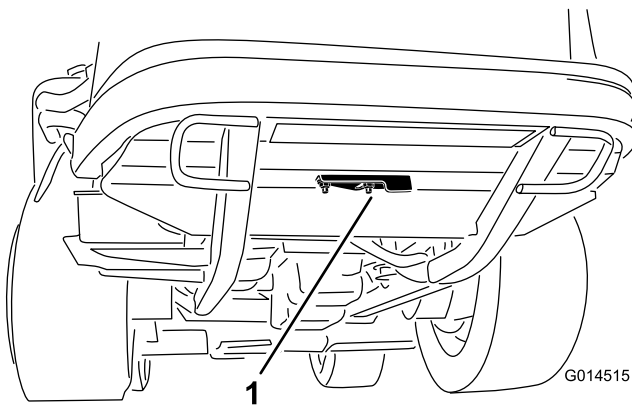

Figure 40
2. Desserrez l'écrou à embase qui fixe le couvercle de nettoyage à la face inférieure du cadre arrière (Figure 40). Faites pivoter le couvercle sur le côté pour exposer le trou de nettoyage dans le cadre.